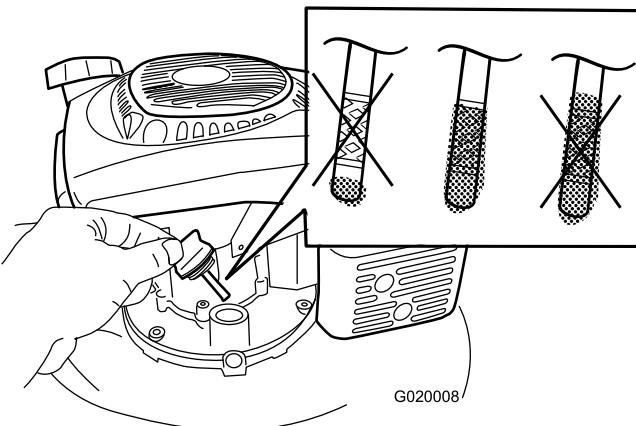

Figura 5
1. Togliete l'asta di livello (Figura 5).
2. Versate **lentamente** l'olio nel foro di riempimento finché non raggiunge il segno di pieno sull'asta di livello (Figura 5). **Non riempite troppo.** (Riempimento massimo: 0,59 litri, tipo: olio detergente 10W-30 o SAE 30 con service classification API SJ o superiore.)
Nota: Ogni volta che controllate il livello dell'olio, estraete l'asta di livello e pulitela, inseritela nel bocchettone di riempimento dell'olio (**senza** avvitarla), quindi estraetela di nuovo e verificate il livello (Figura 5).